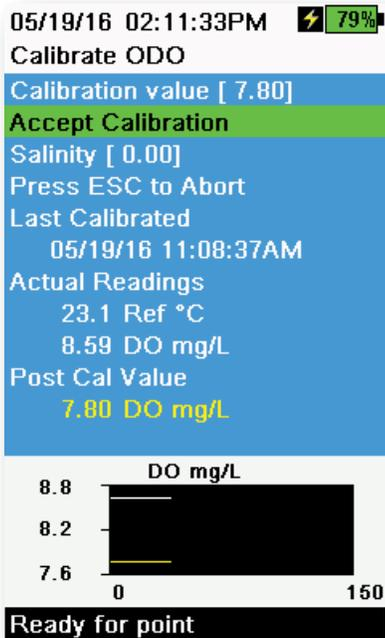

图 52 校准 ODO mg/L
5. 观察实际测量读数是否稳定 (图表上的白线 40 秒内没有明显变化)，然后选择 **Accept Calibration (接受校准)** (图 52)。然后消息区域将显示“校准成功！”